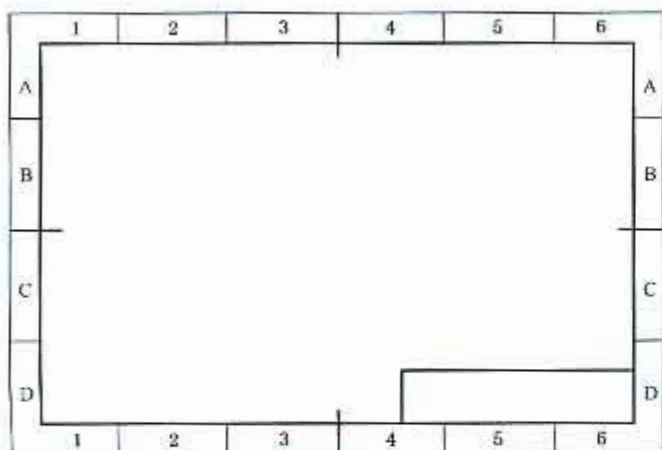
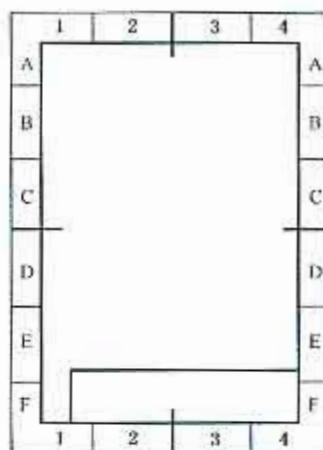

图 13 图幅分区(一)
图 14 图幅分区(二)
7.1 必要时,可以用细实线在图纸周边内画出分区,如图 13、图 14 所示。